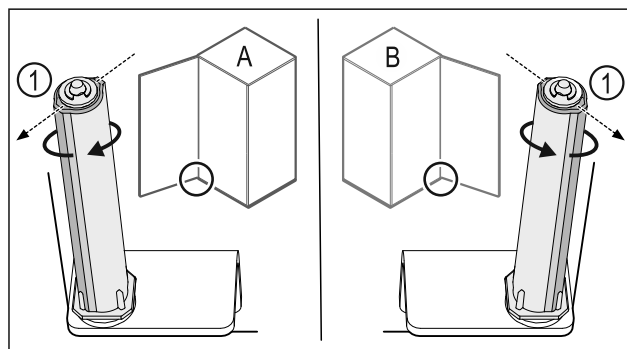

Fig. 23 Ľavý doraz (A)/pravý doraz (B)
- ▶ Otáčajte systém zatvárania proti odporu, kým nebude mostík systému zatvárania Fig. 23 (1) ukazovať von.